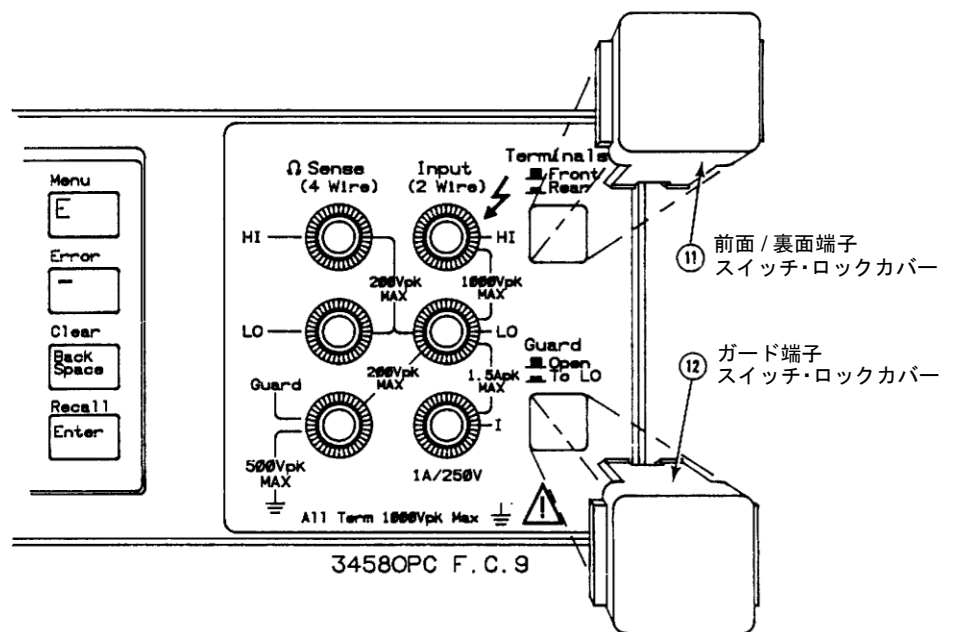

図43. スイッチ・カバーの取り付け
1. 図43を参照してください。前面パネルを前にして置きます。
3. スイッチ・ロックアウト・キットにある、図43で示すような小型の四角いカバーを確認します。